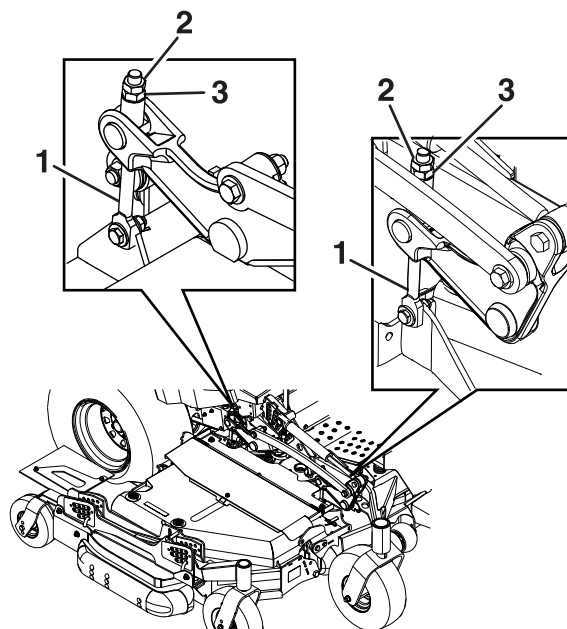

Figura 73
Aflore las contratuercas de la parte superior de cada pletina de ajuste de la carcasa. Gire la tuerca de ajuste del conjunto de elevación de la carcasa delantera para obtener la altura correcta para las puntas delanteras de las cuchillas izquierda y derecha de la carcasa central (Figura 73).
5. Si los 4 mecanismos de ajuste de la carcasa (Figura 73) no tienen holgura suficiente para lograr la altura de corte precisa con la inclinación necesaria, puede utilizarse el sistema de ajuste de un solo punto.
6. Para ajustar el sistema de un solo punto, primero afloje los pernos de montaje delantero y trasero de la placa de altura de corte (Figura 73)